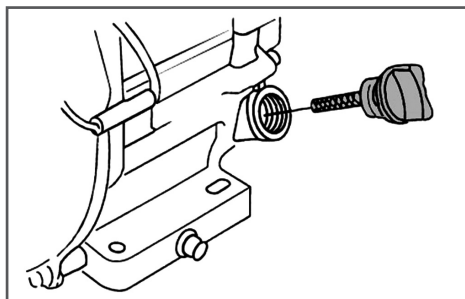

Рис. 7 Крышка-щуп маслозаливной горловины
2. Открутите крышку-щуп маслозаливной горловины и извлеките щуп (Рис. 7).
2. Выкрутите крышку-щуп маслосазивной горловины и извлеките щуп (Рис. 7).